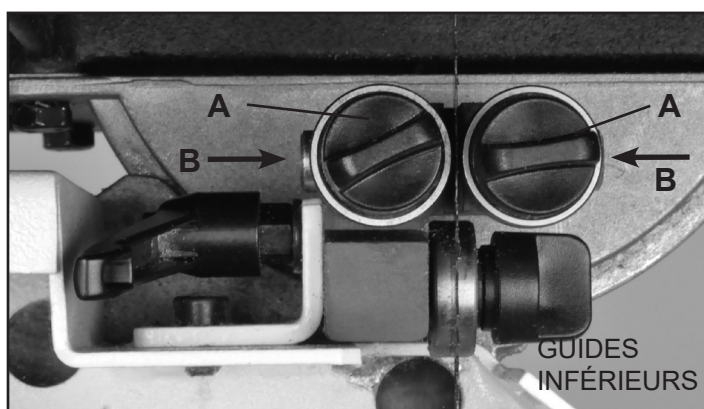

FIGURE 25
1. Placez les rouleaux de guidage de gauche et de droite à proximité de la lame. Desserrer les poignées de blocage avant (FIG. 25, A). Déplacez les guides vers la lame en poussant les extrémités des axes du guide (B), ou en utilisant les poignées de blocage situées à l'avant pour tirer les guides vers la lame. Verrouillez les guides en place. FIG. 25